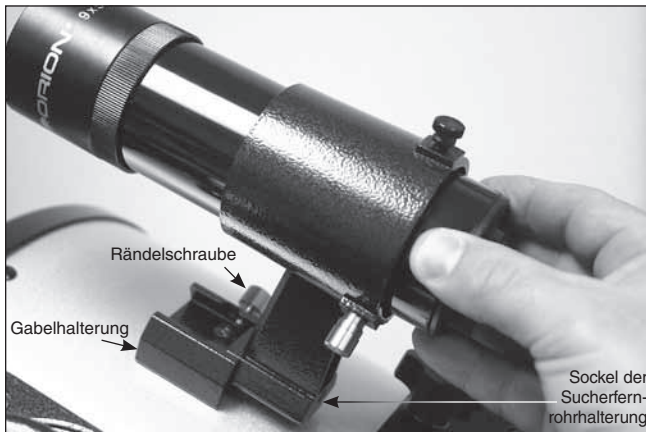

Abbildung 28. Der Sockel der Halterung für das Sucherfernrohr wird in die Gabelhalterung eingesetzt und mit der Rändelschraube fixiert.
2. Führen Sie den Sockel der Halterung des Sucherfernrohrs in die Gabelhalterung ein, die sich neben dem Fokussierer befindet (Abbildung 28). Ziehen Sie die Rändelschraube an der Gabelhalterung fest, um die Halterung zu fixieren.